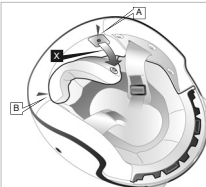
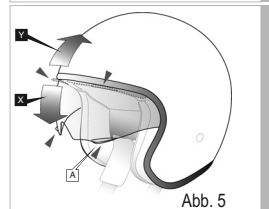

Abb. 4
Abb. 5
Herausnahme - Die Innenauskleidung ist mittels Druckknöpfen im hinteren Bereich an der Helmschale und mit einem Einklemmsystem am vorderen Bereich des Helms angebracht. Zur Herausnahme der Innenauskleidung müssen daher zunächst die beiden Druckknöpfe (A) und (D) im hinteren Bereich des Helms (X) gelöst werden (Abb. 4.). Anschließend an der Innenauskleidung befestigten Rahmen vom in das Polystyrol integrierten Rahmen lösen (Abb. 5), indem Sie die Innenauskleidung vorsichtig in Richtung (Y) ziehen, bis alle drei Verbindungselemente (C, D und E) vollständig voneinander gelöst sind.
Betätigung - (Abbildung 5)